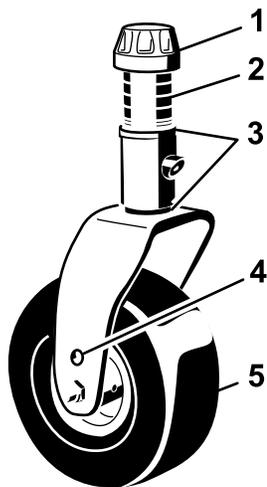
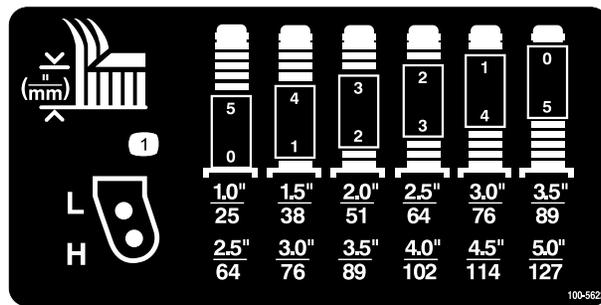

図 8
図 9
2. 左右のキャストフォークの同じ穴にキャストホイールの軸をセットする。セッティング用の穴の選択については 図 8 および 図 9 を参照してください。
3. スピンドルシャフトからテンショニングキャップを取り 図 8、キャストアームからスピンドルを抜き出す。シム mm を枚スピンドルのシャフトに通す当初の状態と同じに。これらのシムは、デッキ全体の左右の水平調整に必要となる。希望する刈高に必要な枚数のスペーサ 13 mm 厚をスピンドルシャフトに通し、その上からワッシャを取り付ける。
刈高と、必要なシムの組み合わせとの関係は 図 8 と 図 9 で確認する。